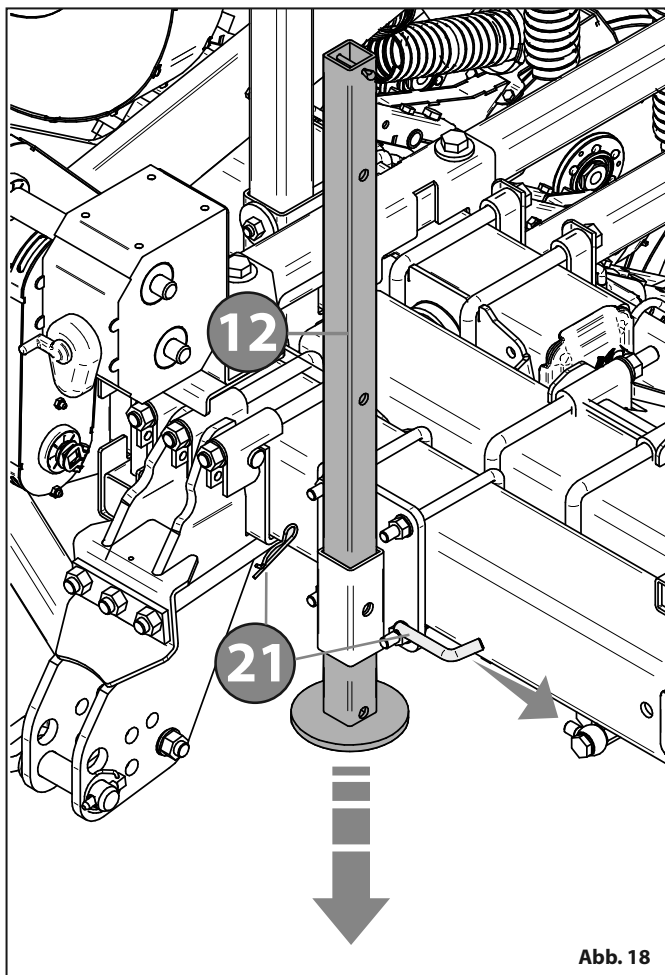

Abb. 18
- Ziehen Sie die Stifte **21** heraus und senken Sie die Feststellstütze **12** "Abb. 18" ab.